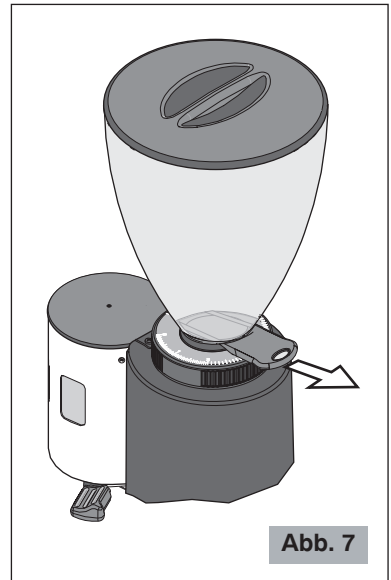

Abb. 7
**! Vergewissern Sie sich, dass der Kaffeebohnenbehälterverschluss des Kaffeebohnenbehälters vollständig bis zum Anschlag offen ist (letztes Einrasten) (siehe Abb. 7).**